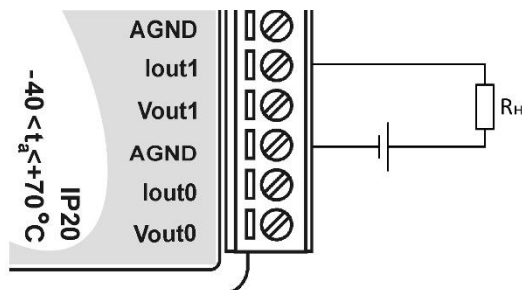

Рис. 6.6. Подключение нагрузки к токовому выходу модуля
- установить конфигурацию модуля с кодом выходного диапазона TT=30 для вывода тока и TT=33 для вывода напряжения. Для вывода сигналов 0-20 мА или 4-20 мА подключите нагрузку в соответствии с рис. 6.6;